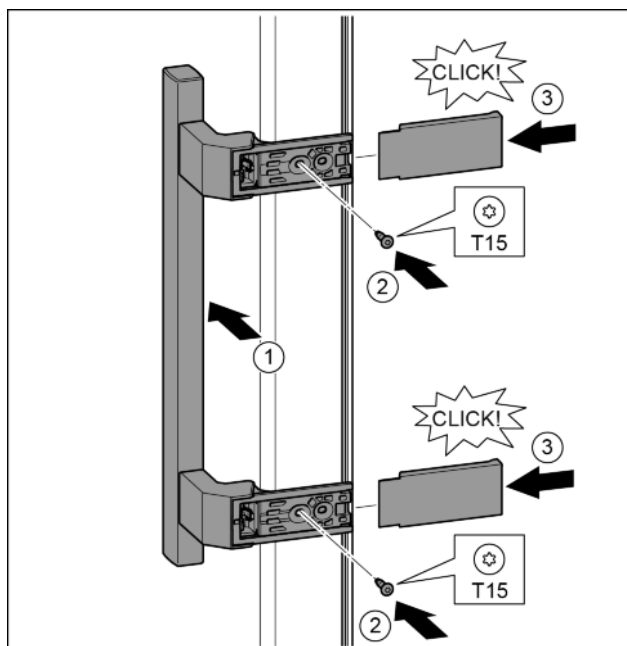

Fig. 33
- Установить ручку на противоположной стороне. Fig. 33 (1)
- Затянуть винты отверткой T15. Fig. 33 (2)
- Установить крышки сбоку и надвинуть. Fig. 33 (3)